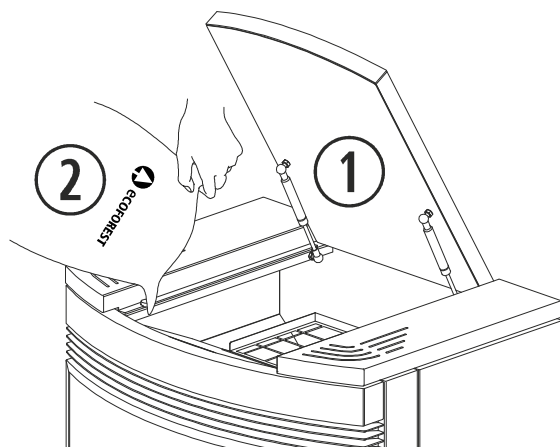

Figura 2
2.13. Per effettuare il rifornimento di carburante nella stufa, dobbiamo aprire il coperchio del serbatoio e svuotare il sacco di carburante, facendo attenzione ad evitare fuoriuscite di carburante. Vedi *figura 2 (ECO III)*.